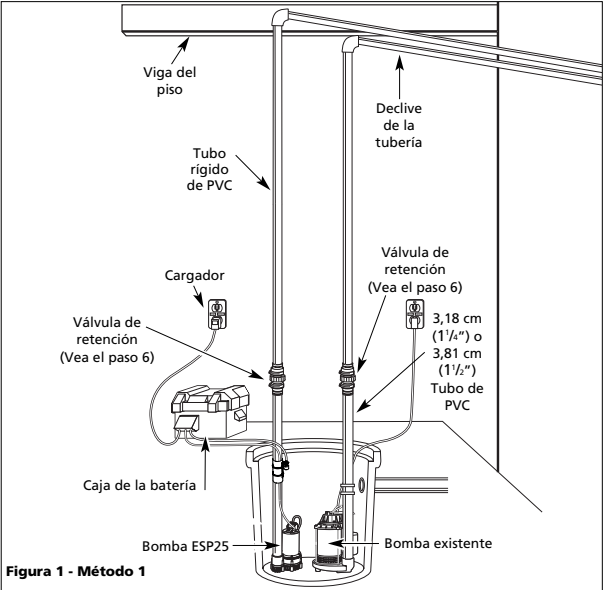

Figura 1 - Método 1
**NOTA:** Las válvulas de retención pueden colocarse directamente en la descarga de la bomba si lo desea. Sin embargo, para desarmar más fácilmente, se recomienda que las válvulas de retención se coloquen por encima del sumidero, como se muestra en la Figura 1.